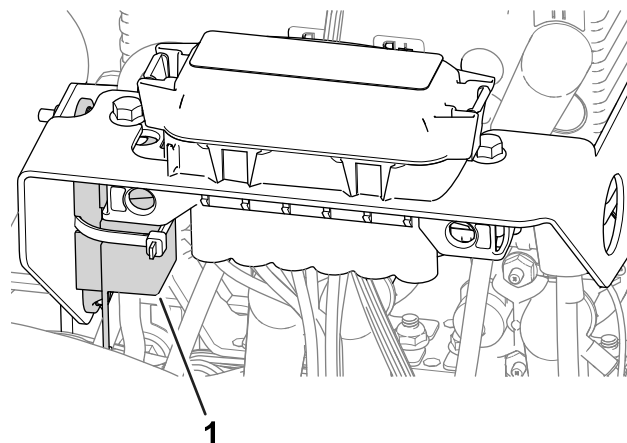

図 62
- 左ホイールモータのヒューズ60 Aは、マシン左側のカバーの下、リール駆動回路用ヒューズの近くにあります 図 62。